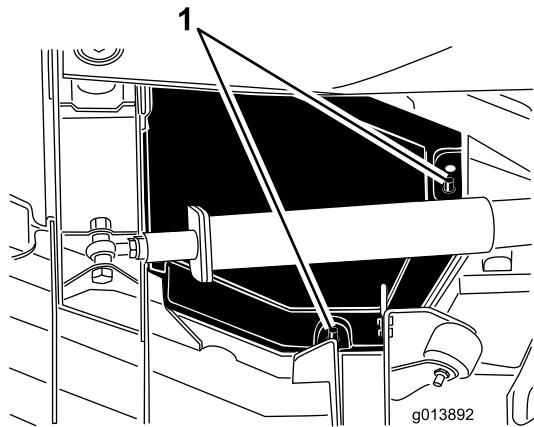

Bild 47
- Heben Sie die hinteren und inneren Abdeckungskanten von den Befestigungspfosten (Bild 47).